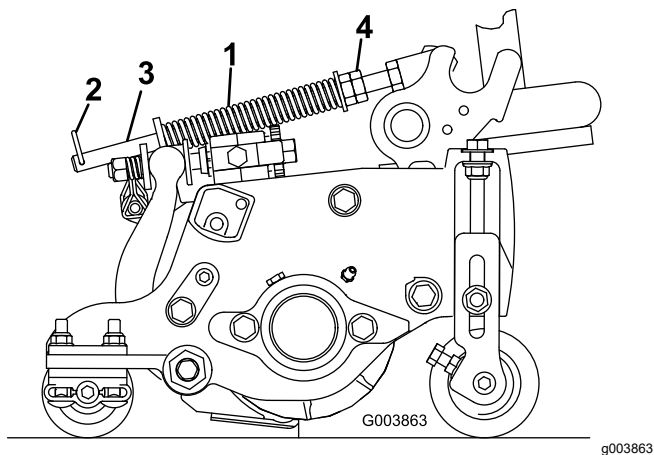

图 21
草坪补偿弹簧图 21 可将重量从前滚筒转移至后滚筒。这有助于减少草坪的波动图形也称为波浪形或摆动形。
1. 确保发卡销安装在弹簧杆的后孔内图 21。
2. 拧紧弹簧杆前端的六角螺母直至压缩后的弹簧长度为 159mm (图 21)。